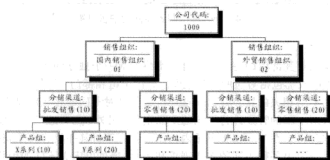

图 8-2 销售组织结构
- 一个销售组织只属于一个公司代码, 但一个公司代码则可以有多个销售组织, 如图 8-2 所示。